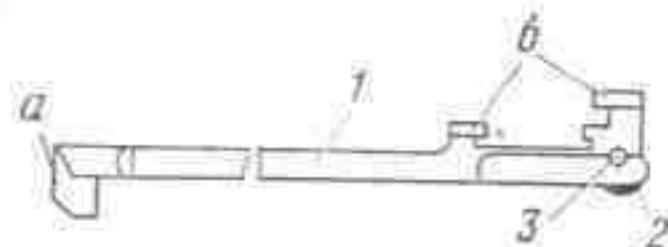

Рис. 45. Рукоятка перезаряжания:
**20. Рукоятка перезаряжания** (рис. 45) служит для отведения затворной рамы назад и